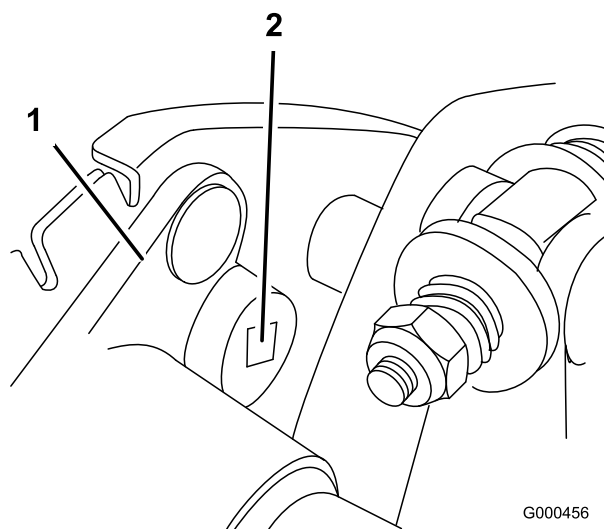

Figura 33
- B. Usando una llave dinamométrica de 3/8 pulgadas, gire el alojamiento del cojinete con una fuerza de 4–4,5 Nm para ajustar la tensión de la correa (Figura 33)